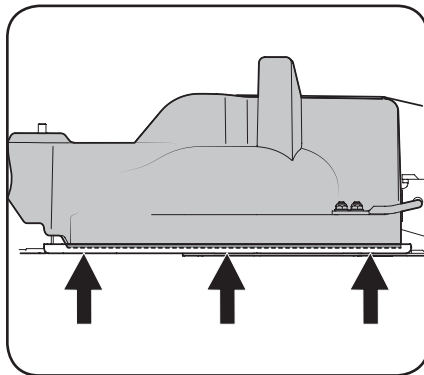

Figure 1-5
**IMPORTANT** Assurez-vous que le dessous du bouchon de déchiquetage est bien placé sur le rebord de l'ouverture du plateau de coupe. Voir Figure 1-5.